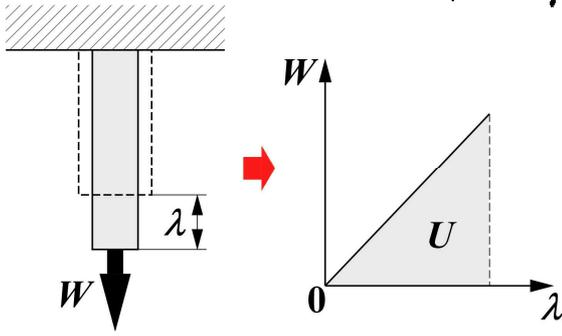

図 6.6 弾性ひずみエネルギー
- ・P3の $u = \int \sigma d\varepsilon = \sigma \varepsilon / 2$ は合っているのか？ ←この式は、積分の結果として求めたわけではなく、図6.6のW- λ プロットを σ - ε プロットと置き換えて、そこで定義される単位堆積あたりのエネルギーuはプロットの三角形の面積と同等であることから求めたものです。
Q.1 次の文章の空欄に当てはまる語句を記入せよ。〔②～④各2点, その他各1点〕